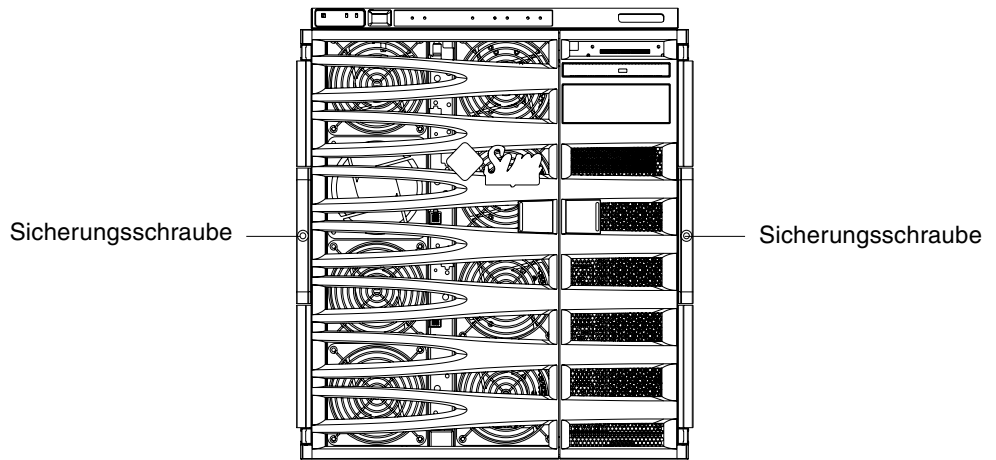

ABBILDUNG 1-12 Anziehen der Sicherungsschrauben
11. Befestigen Sie die beiden Sicherungsschrauben an der Vorderseite des Systems, um das System im Schrank zu sichern (ABBILDUNG 1-12).